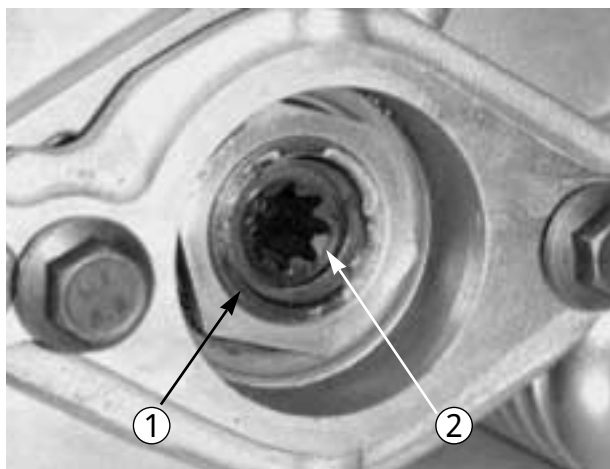

図 7
D. 駆動カップラをリール・チューブに固定しているスナップ・リング（図7）を外して、駆動カップラを取り外す。